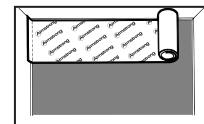

Figura 3
1. Instale el contrapiso en la misma dirección en la que se instalará el piso. (Figura 3)